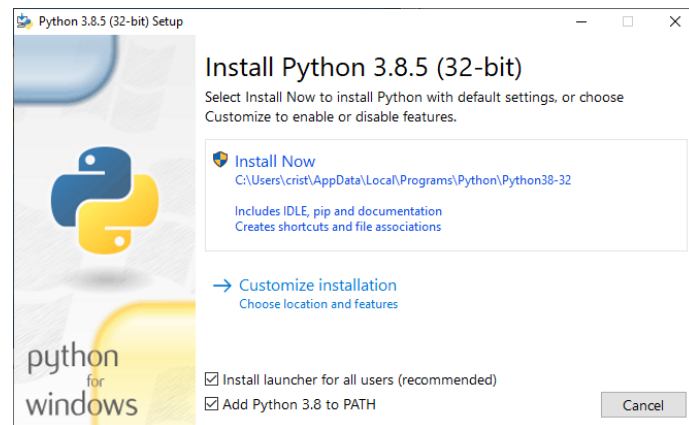

Figura 13: Instalación de Python
2. En el instalador de Python, asegúrese de tildar el casillero **“Add Python 3.8 to PATH”** (figura 13).